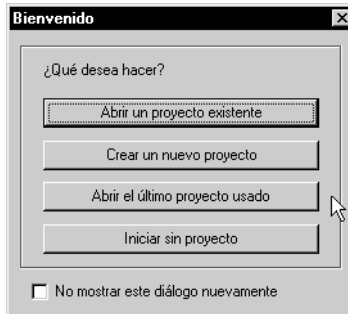

Figura 3.7. Cuadro de Diálogo Bienvenido a Locus
1. En el cuadro de diálogo **Bienvenido a Locus**, haga click en **Abrir un Proyecto Existente** (Figura 3.7).